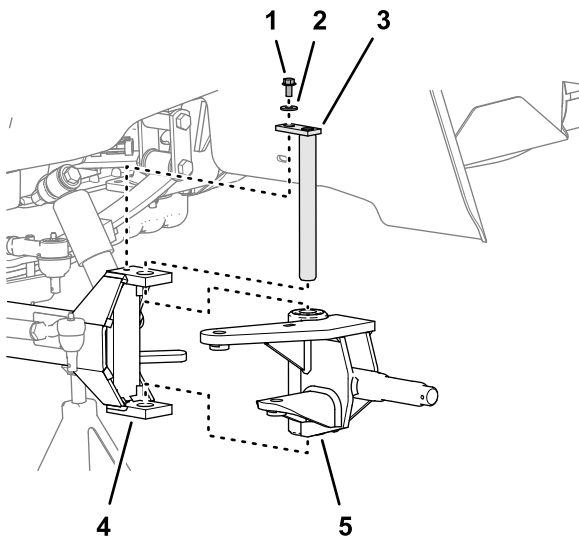

Figure 7
5. Retirez le boulon à embase ($5/16 \times \frac{5}{8}$ po) et la rondelle ($\frac{3}{8} \times \frac{7}{8}$ po) qui fixent le pivot de fusée à la chape sur l'essieu avant (Figure 7).
6. Retirez le pivot de fusée de la chape et la fusée gauche, et déposez la fusée de la chape (Figure 7).